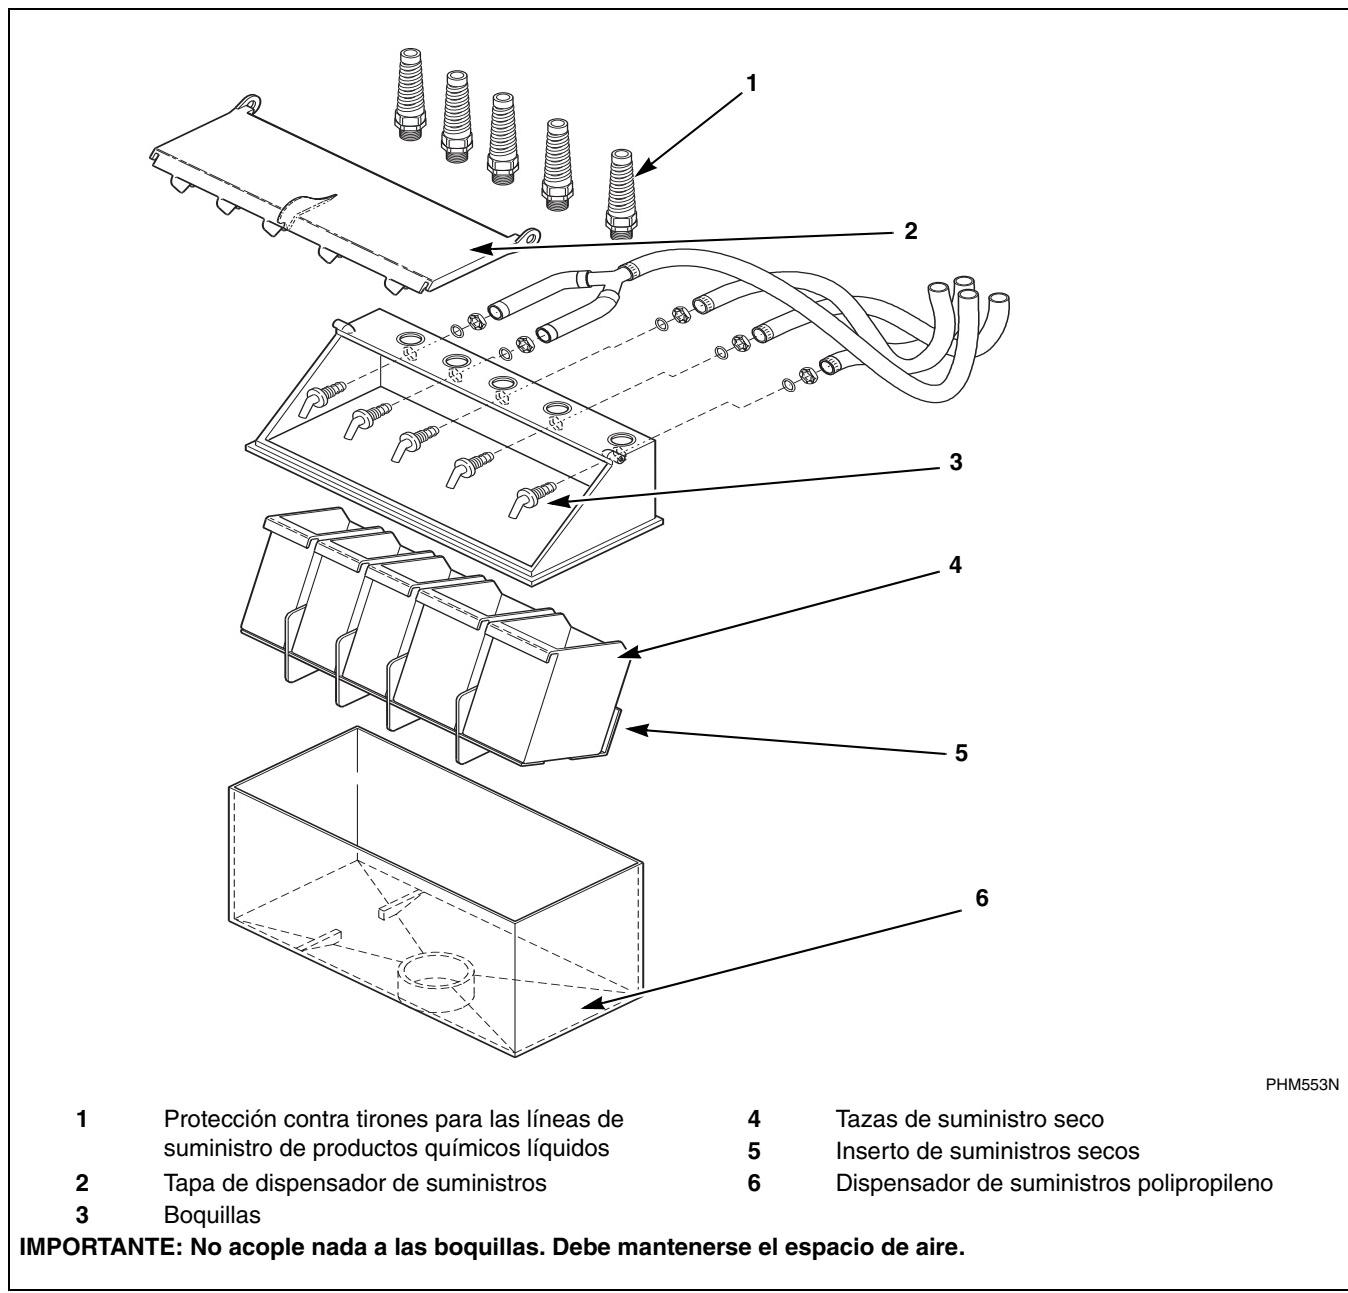

Figura 20
1. Retire la pieza desmontable del dispensador de suministro. Consulte la *Figura 20*. Los tapones se ponen en el interior de la anilla de la tubería.